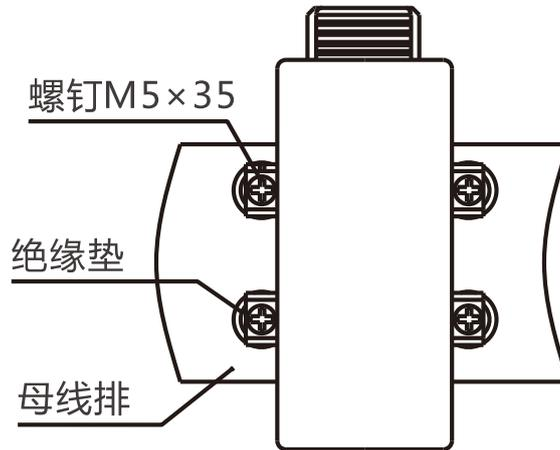

图5 母线固定
5.1 安装方法：见图5。通过紧定螺钉将互感器夹持在汇流母排上。